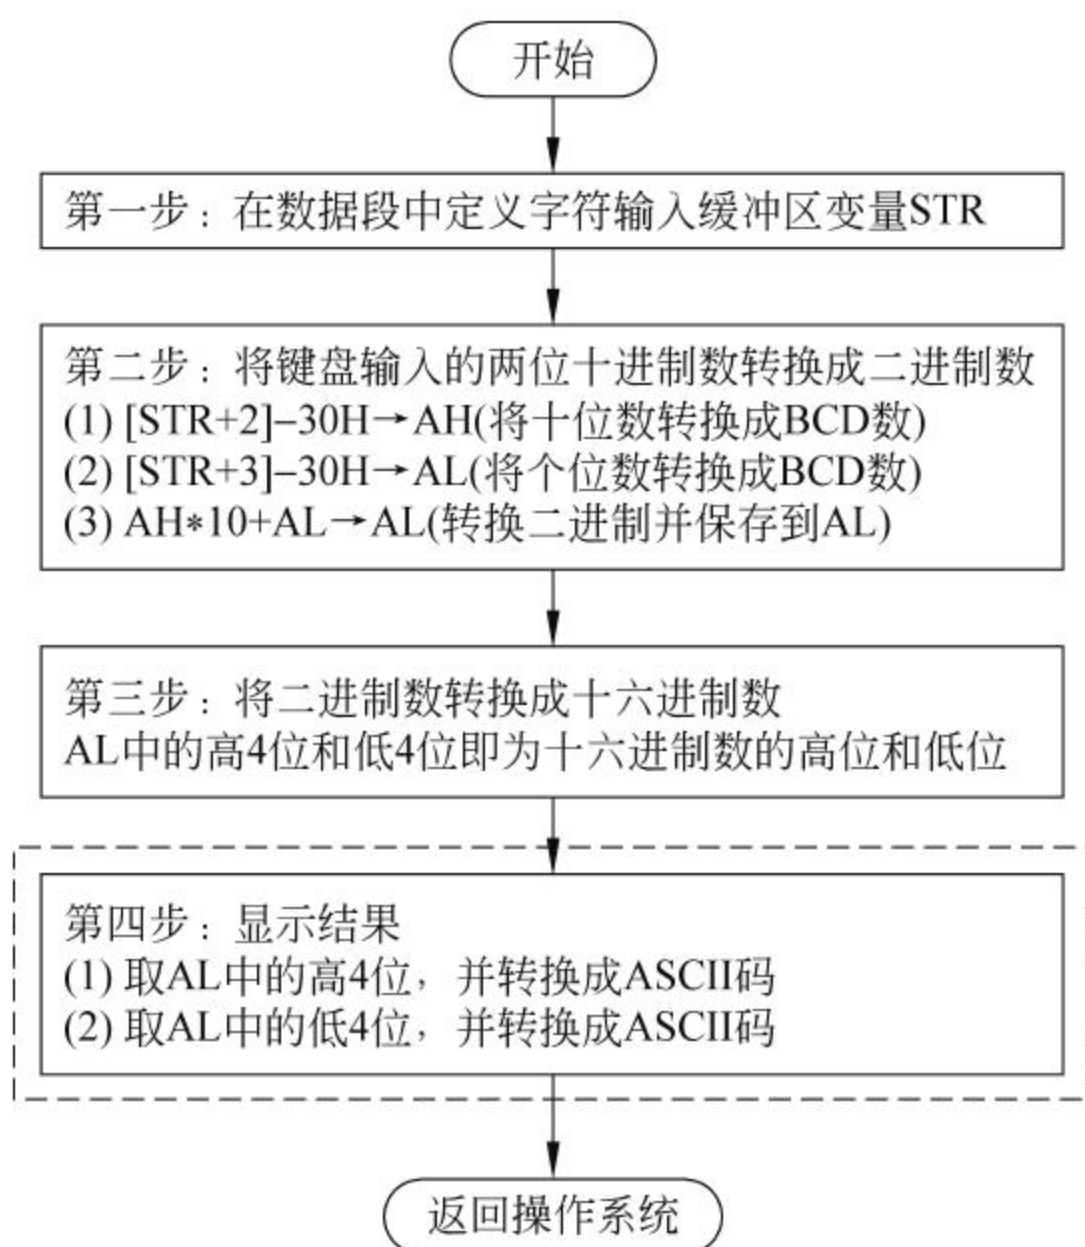
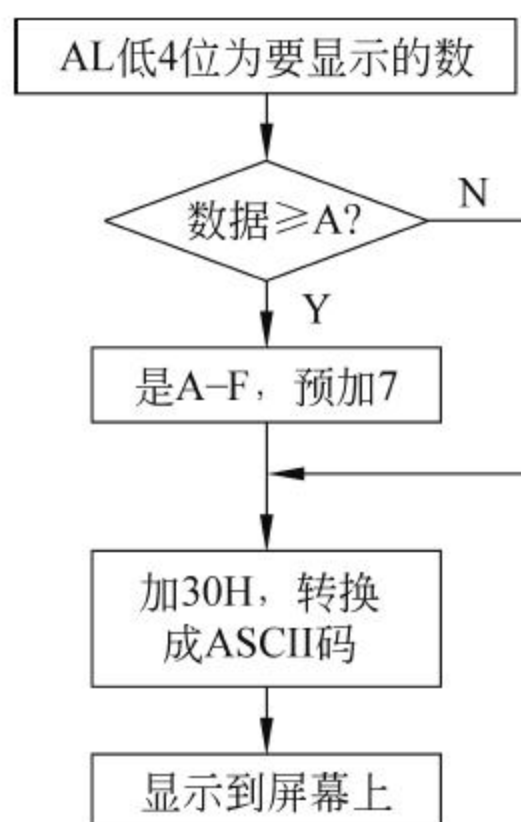

图 9-14 分支程序设计流程
图 9-15 将 AL 低 4 位内容转换为 ASCII 码并显示
(1) 程序流程如图 9-14 所示。其中，“显示结果”处理框可编写成子程序，其流程如图 9-15 所示。